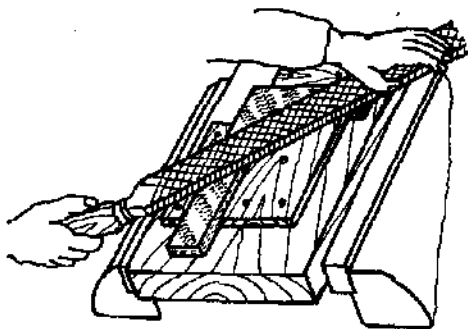

Рис. 104. Крепление тонкой детали деревянными пластинками
**Закрепление заготовки.** Обрабатываемую заготовку зажимают в тисках опиливаемой плоскостью горизонтально, на 8—10 мм выше уровня губок. Заготовку с обработанными поверхностями закрепляют, надев на губки тисков нагубвдки из мягкого материала (медь, латунь, алюминий). При опиливании тонкой детали ее следует крепить на деревянном бруске деревянными пластинками, обеспечивающими неподвижность детали (рис. 104).